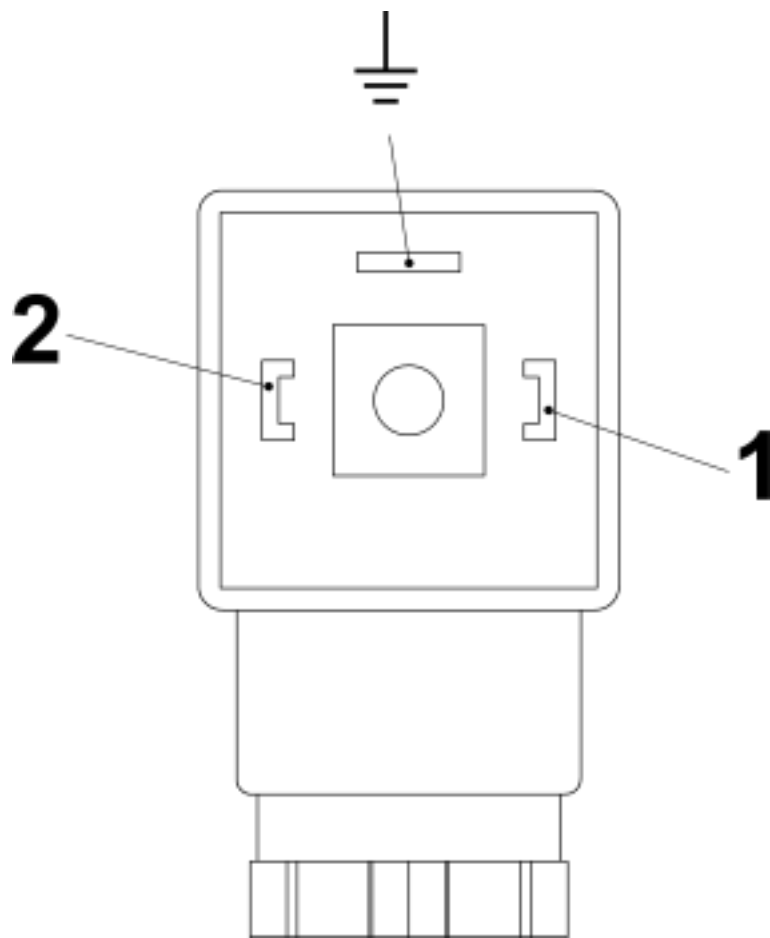
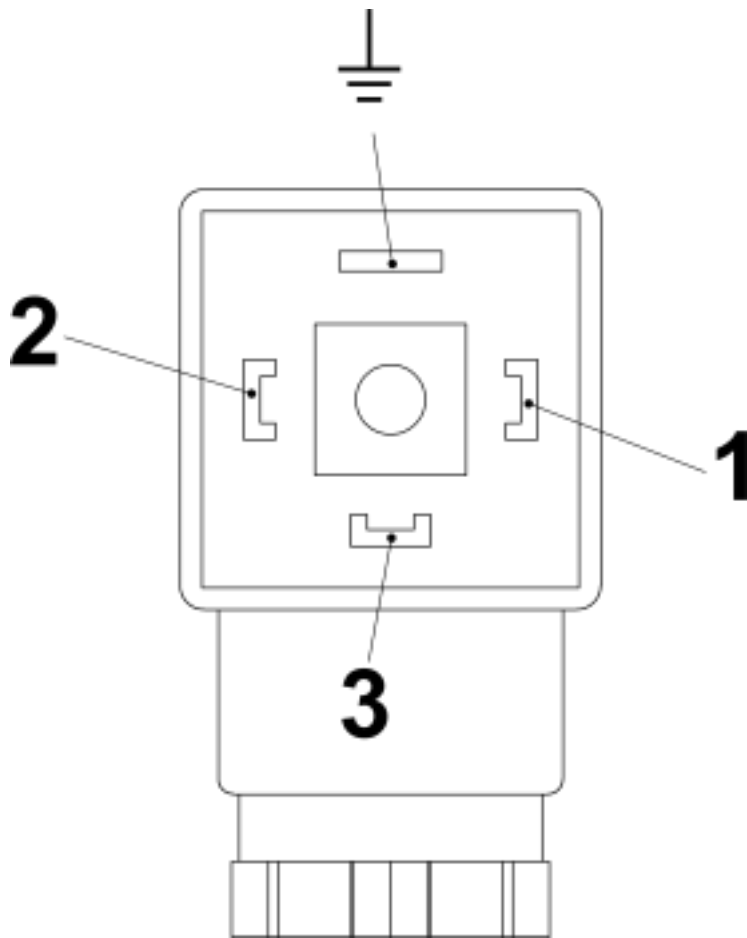

Abb. 32: Pin-Belegung Steckerdose Schließer (Schaltkontakt SG-30 mit Gerätestecker nach EN 175301-803)
Abb. 33: Pin-Belegung Steckerdose Wechsler (Schaltkontakt SG-30 mit Gerätestecker nach EN 175301-803)
- 6.** ➤ Schließen Sie das Kabel gemäß den Anschlussbildern (Abb. 32 und Abb. 33) an